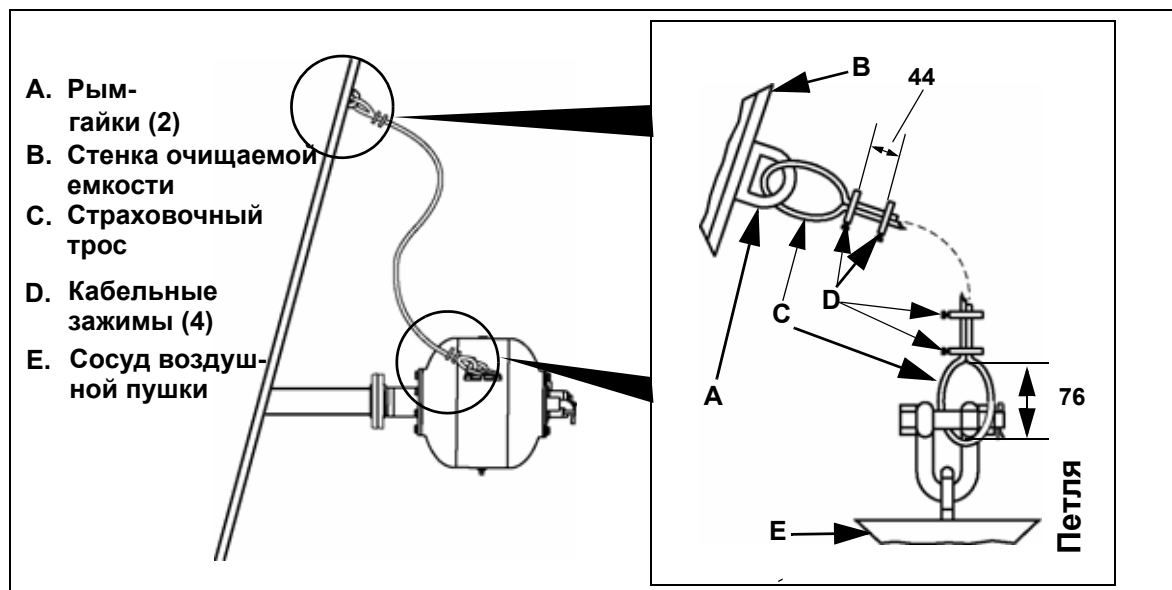

Рис. 4: Крепление страховочного троса
1. Соединить линию подачи воздуха на соединении 1 (Рис. 4,5) с обратной стороны электромагнитного клапана.
2. Подключить наполняющую линию клапана Hurricane A (рис. 4,5) к линии подачи воздуха 1 (рис. 4,5).
3. Соединить линию управления клапана Hurricane A (рис. 4,5) с входом 4 электромагнитного клапана (рис. 4,5).
5. Дополнительно на выход 5 электромагнитного клапана (Рис. 4,5) установить глушитель.